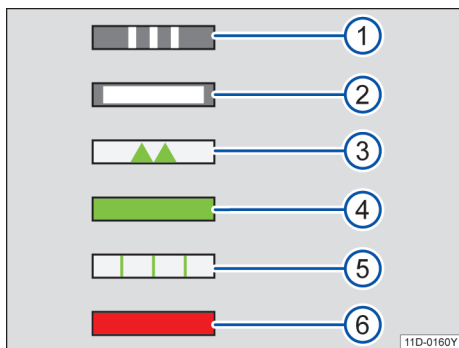

图 135 充电状态指示灯
→图 135①闪烁：车辆建立与充电基础设施的通信，充电处于初始化阶段。
→图 135②灯持续亮起：照明功能，具体说明如下。
→图 135③间歇性亮起：高压电池正在充电。
→图 135④灯持续亮起：成功完成充电过程。
→图 135⑤闪烁：激活定时充电且未开始充电过程。
→图 135⑥灯持续亮起：充电系统有故障。